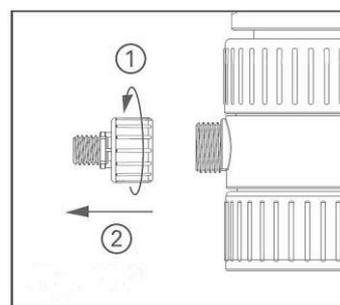

Fig.12 ジョイント部品取外し
- ⑤ 排出チューブジョイント部品の固定ネジを、反時計方向に回して取外し、ジョイント部品を取り外します。(Fig.12)